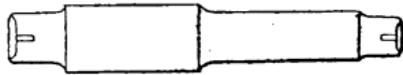

Fig. 381.
**MANDRIN POUR TOURNEURS.** — Ce mandrin (fig. 381) est employé pour y monter des pièces